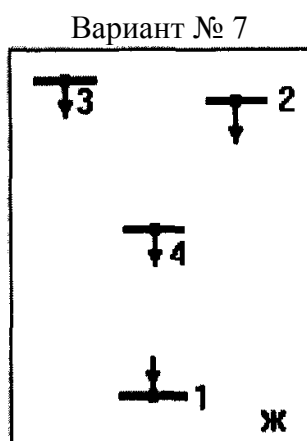

Рисунок 3.1 - Схема расположения узлов источников питания и нагрузок
3.1. Объект проектирования: электроэнергетическая система (рисунок 3.1). Вариант 7.
Расположение узлов источников питания электроэнергией и нагрузок потребителей показано на карте-схеме сети электроэнергетической системы (рисунок 3.1). Климатические условия электроэнергетической системы даны в таблице 3.1. Электроэнергетическая характеристика потребителей электроэнергии представлена в таблице 3.2.